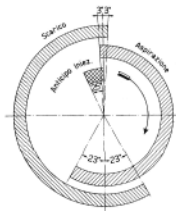

Fig. 26. - Diagramma della distribuzione.
- Fare ruotare di pochi gradi avanti e indietro l'albero motore, e controllare se l'inizio di apertura della valvola di aspirazione del cilindro suddetto e la chiusura della valvola di scarico, avvengono in posizione simmetrica rispetto la tacca del P.M.S. incisa sul volano. Come indicato nel diagramma della distribuzione (fig. 26) l'inizio apertura della valvola di aspirazione e la chiusura della valvola di scarico devono avvenire a 3° dal punto morto superiore, corrispondenti a circa 8 mm misurati sulla fascia del volano.